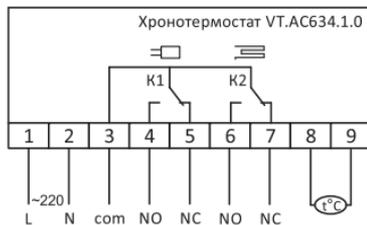

Рис. 5
8.2.5. Электрические подключения осуществляются с тыльной стороны устройства к клеммной колодке в соответствии с электрической схемой, приведённой ниже. Клеммы 6 и 7 служат для подключения к сервоприводам системы встроенного обогрева (значок теплого пола на корпусе). Клеммы 4 и 5 предназначены для подключения к сервоприводам радиаторного отопления (значок радиатора на корпусе). *Рис. 5.*